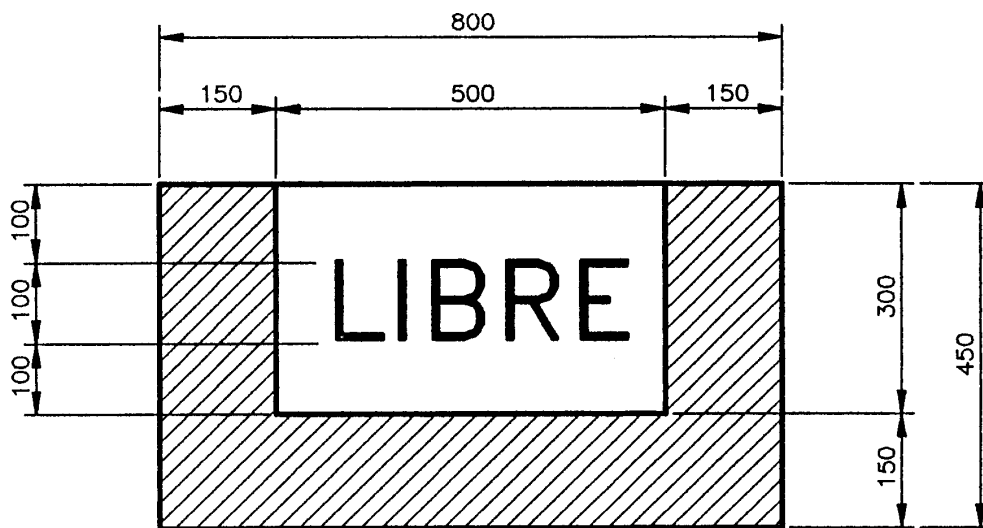

Figura 5
**6.1** Las denominadas zonas libres, se pueden señalar en el suelo del modo indicado en la figura 5.